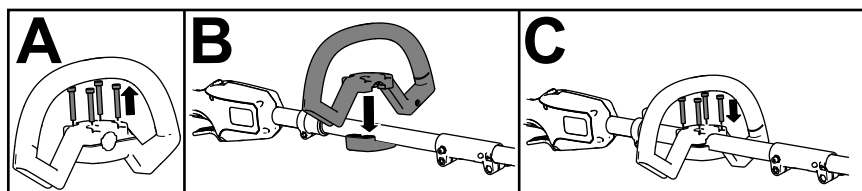

Figura 5
1. Separe la empuñadura auxiliar de la abrazadera retirando los 4 tornillos allen con la llave allen suministrada (**Figura 5, A**).
2. Alinee la empuñadura auxiliar con la abrazadera en el mango de la desbrozadora (**Figura 5, B**).
3. Sujete la empuñadura auxiliar a la abrazadera con los 4 tornillos allen que retiró anteriormente (**Figura 5, C**).